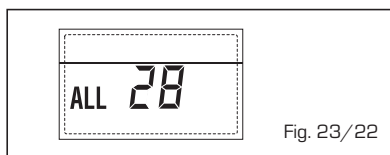

Fig. 23/22
**ANOMALÍA NUMERO DE TARJETA CONECTADOS "ALL 29" (fig. 23/23)**